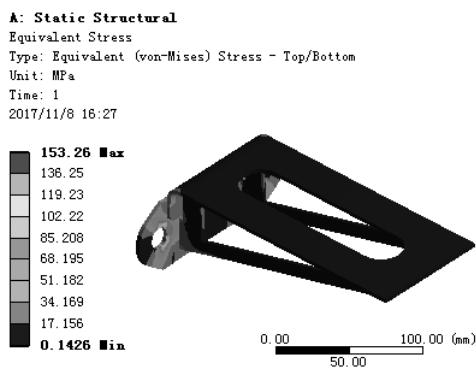

图 7.11.20 应力结果图解
(1) 求解分析。在顶部工具栏中单击  **Solve** 按钮求解分析。
(2) 查看应力结果图解。在“Outline”窗口中选中  **Equivalent Stress**，查看图 7.11.20 所示的应力结果，其最小应力为 0.1426MPa，最大应力为 153.26MPa。